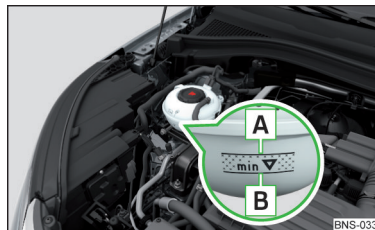

Abb. 328
Kühlmittelstand prüfen - der Kühlmittelstand muss zwischen den Markierungen **A** und **B** liegen » **Abb. 328**. Liegt der Kühlmittelstand unterhalb der Markierung **B**, das Kühlmittel nachfüllen.
Die **Spezifikation** des Kühlmittels ist auf dem Kühlmittelausgleichsbehälter aufgeführt » **Abb. 328**.
- Das Kühlmittel nicht über die Markierung **A** auffüllen » **Abb. 328**. Das Kühlmittel könnte bei Erwärmung aus dem Kühlsystem gedrückt werden - es besteht die Gefahr einer Beschädigung der Motorraumteile.